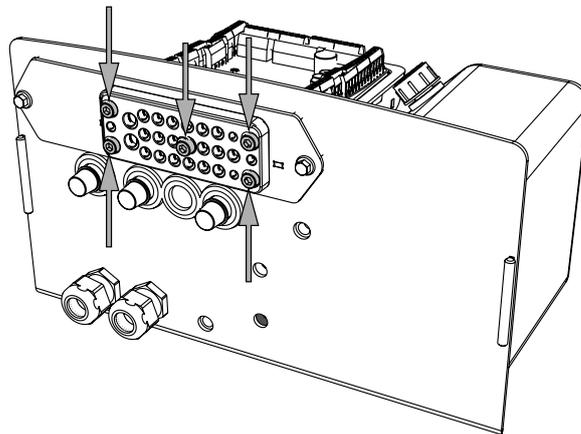

Abbildung 39. Die fünf Schrauben der Kabeldurchführung
Zur Montage/Demontage/Einstellung der Kabel in der Kabeldurchführung müssen die fünf Schrauben gelöst werden, siehe Abbildung 39.
1. Die fünf Schrauben der Kabeldurchführung lösen, siehe Abbildung 39. Danach können die Kabel in der Kabeldurchführung angebracht bzw. aus ihr herausgenommen oder justiert werden. Kabel sind zusammen mit der vorhandenen Verkabelung mit Kabelbindern zu montieren.
1. Wenn sich alle Kabel am richtigen Platz in der Kabeldurchführung befinden, sind die fünf Schrauben wieder anzuziehen, siehe Abbildung 39. Anzugsmoment: 5 Nm.